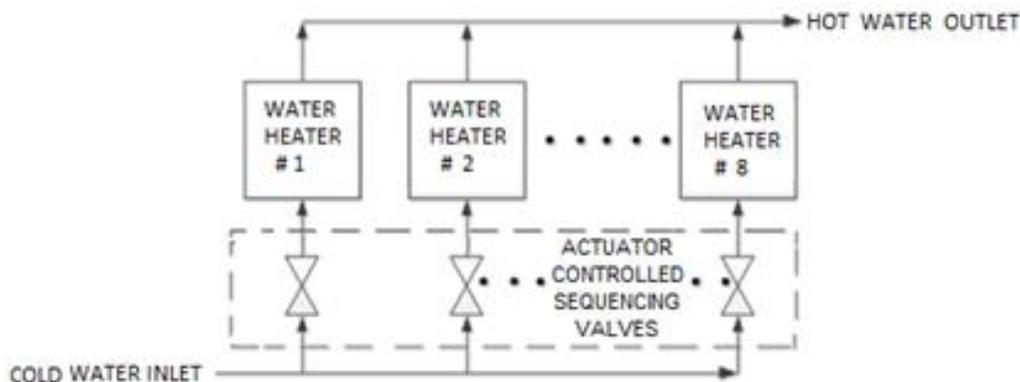

Figure 8.1 : Schéma fonctionnel simplifié - WHM (Water Heater Management)
Le système WHM (Water-Heater Management) est une fonctionnalité intégrée au contrôleur Edge conçue pour organiser et coordonner différents chauffe-eau Innovation tout en assurant la meilleure efficacité opérationnelle. Le code du logiciel WHM est hébergé dans chaque contrôleur Edge membre du système. WHMII peut contrôler jusqu'à huit (8) chauffe-eau en parallèle. Chaque chauffe-eau contrôlé par le biais de WHM doit être équipé d'une vanne d'isolement de séquençage contrôlée par actionneur (P/N 92154C). Cette vanne est fixée à l'entrée d'eau froide de chaque chauffe-eau du réseau WHM (cf. Figure 8.1 ci-après).
Le système WHM du contrôleur Edge a été conçu afin que tous les chauffe-eau du système fonctionnent le plus efficacement possible. Pour ce faire, on surveille la position de la vanne air/carburant (VP) de tous les chauffe-eau dont les vannes d'isolement de séquençage sont ouvertes. Les appareils dont les vannes de séquençage sont ouvertes sont appelés « appareils activés ». Les appareils dont les vannes de séquençage sont fermées sont appelés « appareils désactivés ». Les appareils ne parvenant pas à fonctionner en raison d'une défaillance ou de l'intervention d'un utilisateur sont appelés « appareils hors ligne ». En cas de demande minimale ou absente d'eau chaude, la vanne de séquençage d'un appareil sera ouverte. À mesure que la charge du système augmente, WHM ouvre les vannes de séquençage d'autres chauffe-eau. Un schéma fonctionnel simplifié de différents chauffe-eau connectés à WHM est indiqué sur la Figure 8.1.